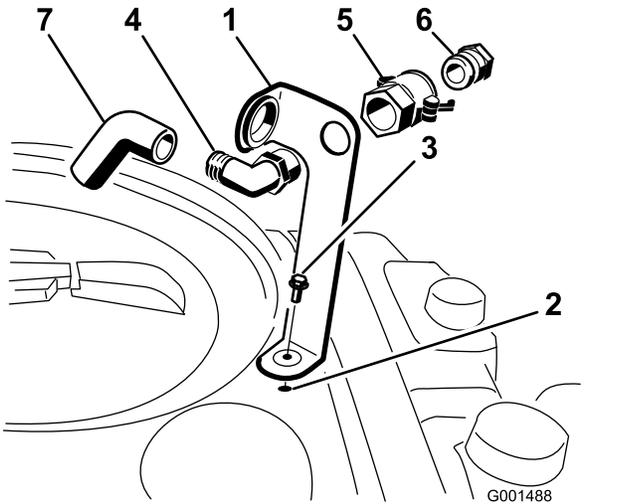

图3
1. 如图3所示，将加水口插口支架放在药缸的螺纹孔上方，用凸缘头螺栓 (5/16 x 3/4 英寸) 固定。
2. 将 90° 弯头的螺纹端穿过支架，拧上快速接头，固定至支架上 (图3)。
3. 将软管适配器装入快速接头 (图3)。
4. 将适配器锁定到位，将手柄旋向适配器，然后用发卡销固定 (图3)。
5. 将防虹吸软管穿过支架上的大开口，然后插入到 90° 弯头的宝塔接头上 (图3)。